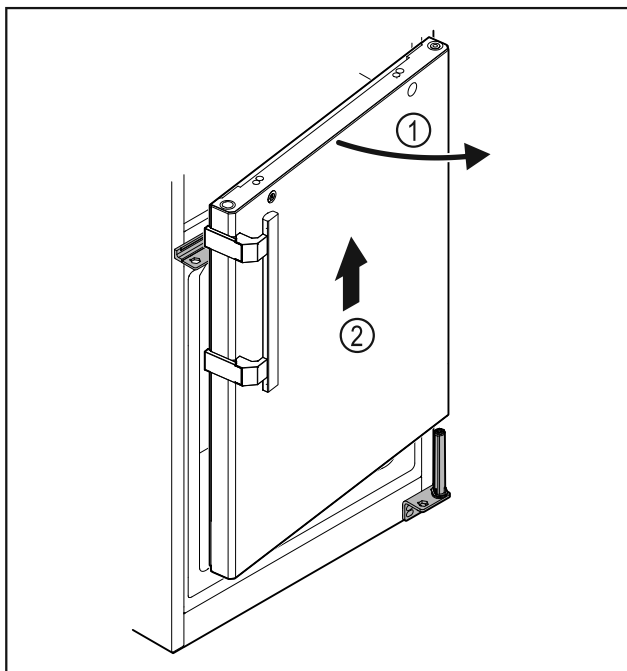

Fig. 27
- Åbn døren Fig. 27 (1) let, løft den ca. 200 mm lige op, og tag den af Fig. 27 (2).